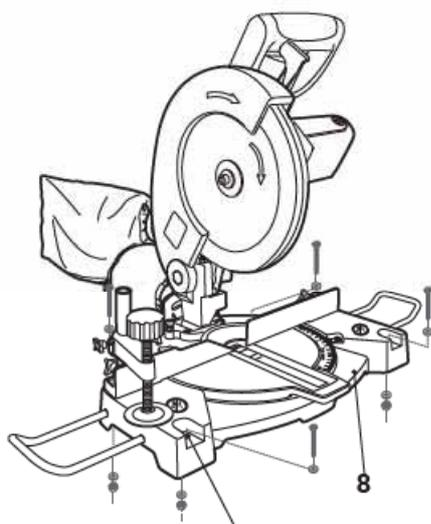

Fig. 6
- > Sur les coins de la base [8], vous trouverez des trous de montage [13] permettant de monter l'appareil sur un plan de travail. Placez l'appareil sur un établi ou un plan de travail plat et horizontal, et fixez-le avec 4 boulons (non fournis). (Fig. 6)